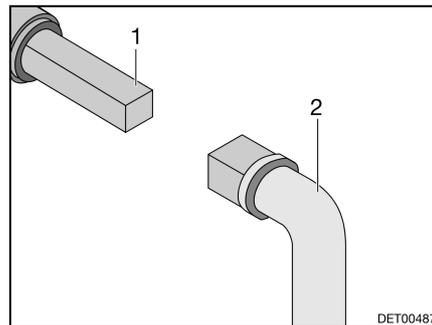

Bild 62 Bedienung Abwasserhahn
- Schlüssel (Bild 62,2) auf Vierkant (Bild 62,1) stecken.